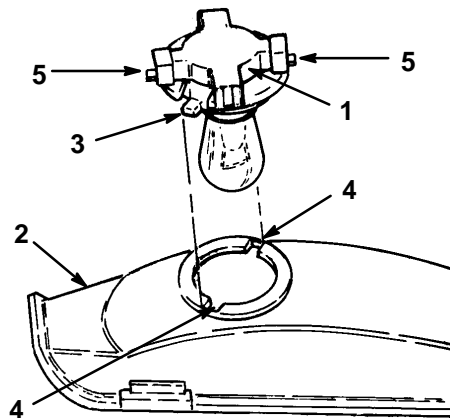

Abbildung 53
3. Die Birnenfassung um 1/4 Umdrehung im Gegenuhrzeigersinn drehen und aus dem Reflektor nehmen (Abb. 53).
2. Die Birnenfassung hat zwei Zungen (Abb. 53). Die Zungen auf die Schlitzte im Reflektor ausrichten, die Birnenfassung in den Reflektor einsetzen und im Uhrzeigersinn 1/4 Umdrehung bis zum Anschlag drehen.